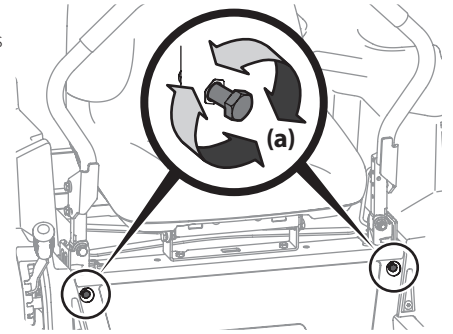

Figura 44
- Ubique los pernos de ajuste de detención de las palancas de control de la transmisión (a) que están en el frente del marco del asiento. Consulte la Figura 44.